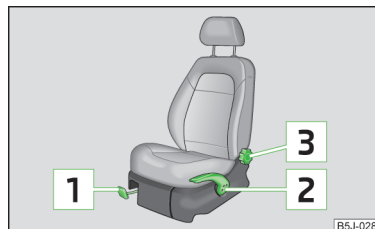

Fig. 54
- Tire de la palanca  » fig. 54 hacia arriba, desplazando al mismo tiempo el asiento hasta la posición deseada.
- Si se quiere subir el asiento, tire de la palanca  » fig. 54 hacia arriba o bombéela.
- Descargue el respaldo (no se apoye en él) y gire la ruedecilla de mano  » fig. 54 para ajustar la inclinación del respaldo deseada.